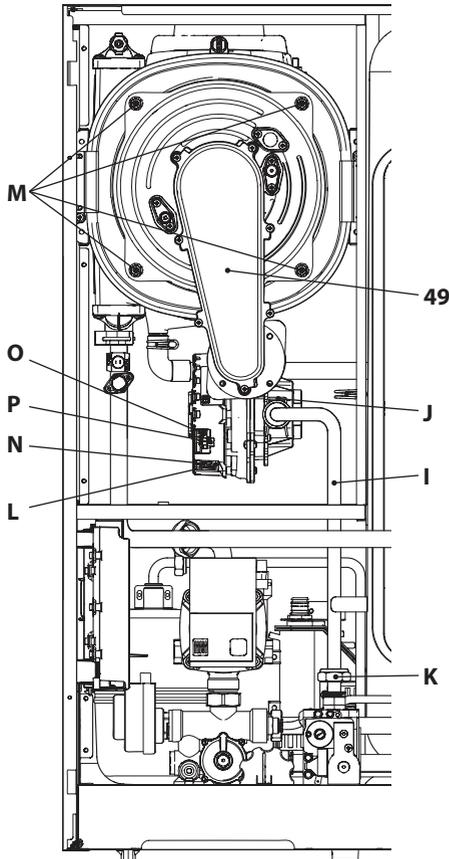

Figura 9.14
Extracción del grupo quemador-ventilador 49 en la Figura 9.14.
- Introduzca un destornillador plano en el entrante L del conector N y haga palanca hacia abajo. Al mismo tiempo desconecte el conector N tirando de él de frente (Figura 9.14).
- Desconecte el conector del ventilador O presionando el gancho de plástico P situado debajo del conector (Figura 9.14).
- Desenrosque las tuercas M y extraiga el grupo quemador-ventilador 49 (Figura 9.14)